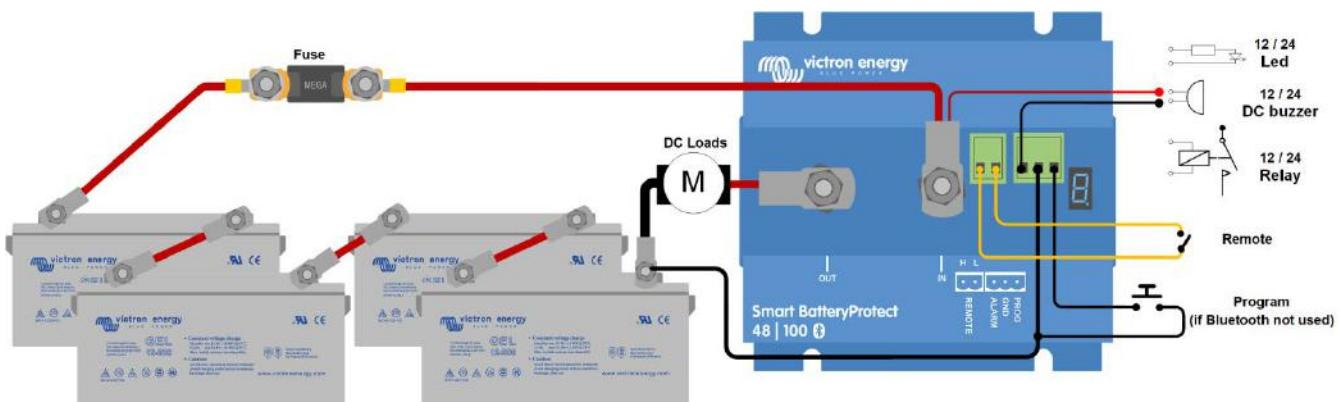

Figura 1 Esquema de ligações do SBP 48|100
- Pode conectar um interruptor de ligar/desligar entre H Remoto e L Remoto (consulte a Figura 1). Em alternativa, pode comutar o terminal H para alto (para o positivo da bateria) ou o terminal L para baixo (para o negativo da bateria).
- Pode ligar uma campainha, um LED ou um relé entre o terminal de saída do alarme e o positivo da bateria (ver figura 1). Carga máxima na saída de alarme: 50 mA (à prova de curto-círcito).